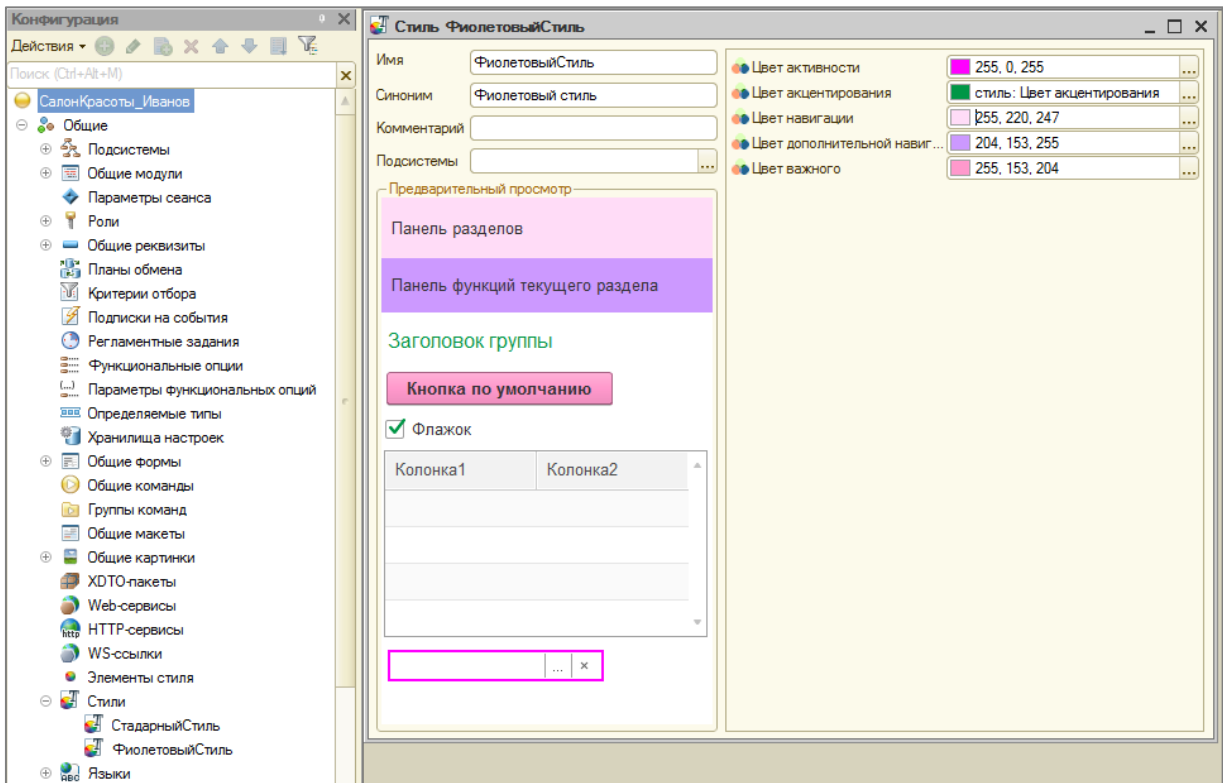

Рисунок 2.17 – Создание нового стиля «ФиолетовыйСтиль»
2.8 Теперь создайте еще один новый стиль с Вашими произвольными цветами, например с именем ФиолетовыйСтиль (рисунок Рисунок 2.17)